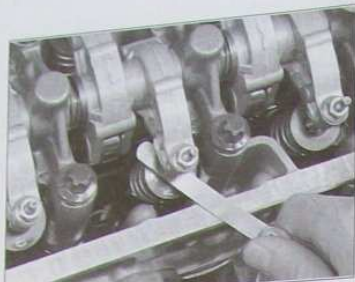

FIG. 27
- À l'aide d'un jeu de cales d'épaisseur, contrôler et régler, si nécessaire, le jeu à la soupape d'admission du cylindre n°3 et celui à la soupape d'échappement du cylindre n°4 (Fig.27).